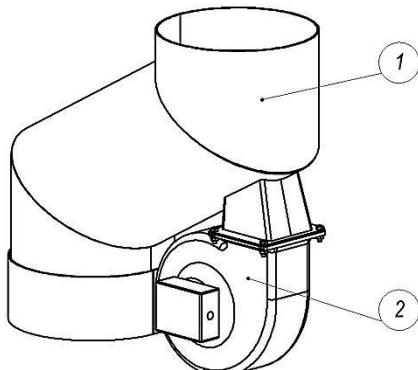

Рис. 9
- е) Дымовой аспиратор (дымосос). (Рис.9).
Является дополнительной опцией, позволяющей увеличить тягу отводимых газов. Устанавливается в соответствии с Рис.9.